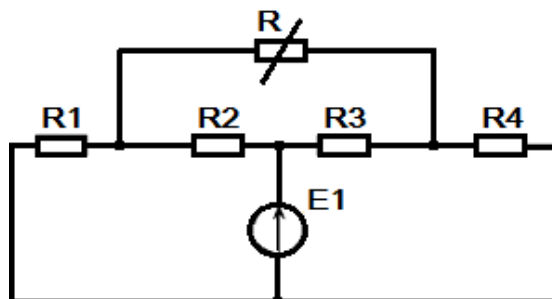

Рис. 1.55. Схема к задаче 4
4. При какой величине сопротивления  $R$  мощность, выделяемая в нем в виде тепла, максимальна? Определить эту мощность, если  $R_1 = R_2 = 30 \text{ Ом}$ ,  $R_3 = 20 \text{ Ом}$ ,  $R_4 = 60 \text{ Ом}$  (рис. 1.55).